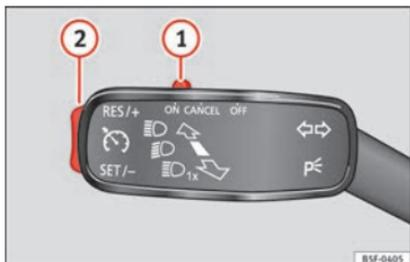

Abb. 49 Links von der Lenksäule: Schalter und Bedienelemente des GRA.
- Die GRA anschließen: den Schalter » Abb. 49 ① in die Stellung **ON** schieben. Das System ist eingeschaltet. Da noch keine Geschwindigkeit gespeichert ist, erfolgt noch keine Regelung.
- GRA aktivieren: drücken Sie die Taste » Abb. 49 ② im Bereich **SET/-**. Die aktuelle Geschwindigkeit wird gespeichert und geregelt.
- GRA vorübergehend abschalten: Schieben Sie den Schalter » Abb. 49 ① bis **CANCEL** oder treten Sie auf die Bremse. Regelung wird vorübergehend abgeschaltet.
- GRA wieder einschalten: Drücken Sie die Taste » Abb. 49 ② in **RES/+**. Die gespeicherte Geschwindigkeit wird erneut gespeichert und eingestellt.
- Geschwindigeit während GRA-Regelung erhöhen: Taste ② in **RES/+** drücken. Das Fahrzeug beschleunigt bis zum Erreichen der neu gespeicherten Geschwindigkeit.
- Geschwindigeit während GRA-Regelung verringern: Taste ② in **SET/-** drücken, um die Geschwindigkeit um 1 km/h (1 mph) zu verringern. Die Geschwindigkeit wird bis zum Erreichen der neu gespeicherten Geschwindigkeit reduziert.
- GRA abschalten: Schalter » Abb. 49 ① auf **OFF** schieben. Das System wird abgeschaltet und die gespeicherte Geschwindigkeit gelöscht.